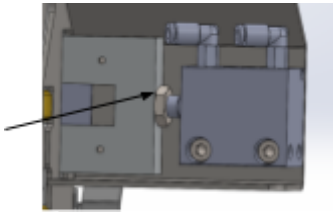

Figure 15
Étape 1 : Le porte-lame qui est monté sur le cylindre est fixé au moyen d'un écrou. Il faut dévisser celui-ci (figure 15).